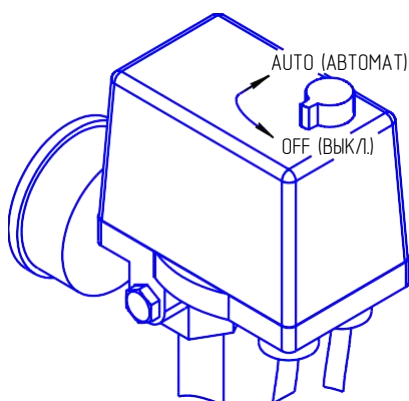

Рисунок 2
- 1 Проверьте, чтобы выключатель на прессостате находился в выключенном положении "OFF" (см. рисунок 2).
- 1 Выключить компрессор выключателем на прессостате. Для этого необходимо переключить выключатель в положение "OFF" (см. рисунок 2). После этого остановится электродвигатель и произойдет сброс давления из нагнетательного воздухопровода, охладителя и компрессорного блока.
7.2.2 При нарушении питания электрической сети, а также при работе с ПВ более 60% возможно автоматическое срабатывание защиты двигателя. Для пуска компрессора после срабатывания защиты выполните следующие действия: после того, как двигатель остынет до допустимой температуры переключите выключатель на прессостате в положение "OFF" (см. рисунок 2), а затем включите компрессор переключив выключатель в положение "AUTO".